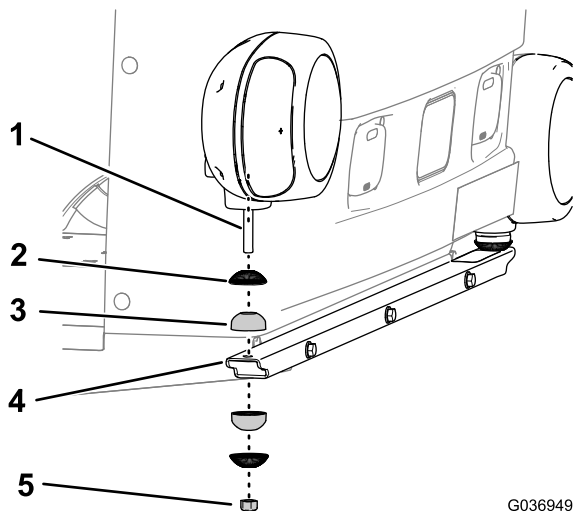

Figura 9
- Retire la contratuerca (10 mm), 1 media unión y 1 casquillo dentado del conjunto del faro (Figura 9).
- Alinee el espárrago roscado del faro con el taladro vertical situado en el extremo del soporte del faro (Figura 9).
Nota: Asegúrese de que la media unión superior y el casquillo dentado están alineados tal y como se indica en la Figura 9.